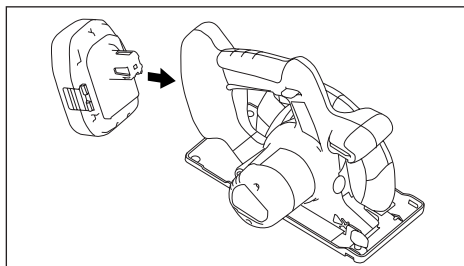

Fig. 2
1. Para insertar la batería: (Consulte la Fig. 2.)